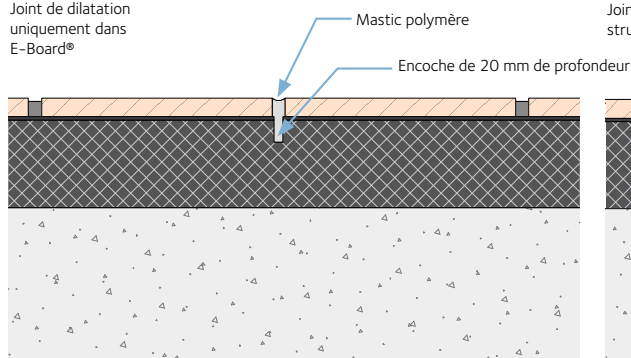

figure 1
1. Si le joint de dilatation concerne la dilatation de la plaquette de parement et qu'il est placé sur une structure porteuse continue: (fig. 1)